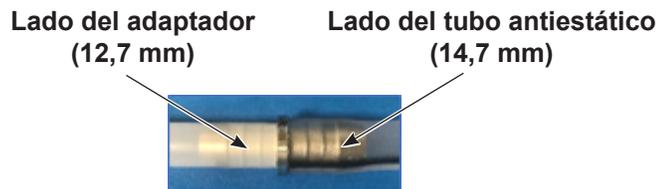

Figura 8 Instalación del adaptador de racor
1. Ver la Figura 8. Conectar otro trozo de tubo antiestático al lado de 14,7 mm del adaptador suministrado con el descargador.